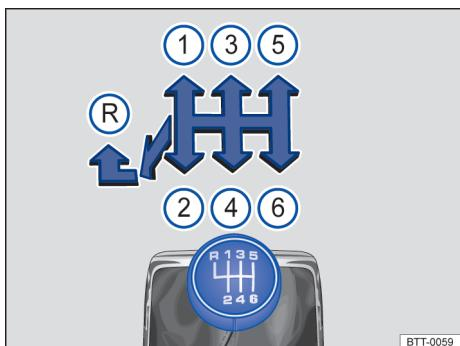

Fig. 132 Esquema de troca de marchas da transmissão manual de 6 marchas.
- Empurrar a alavanca de troca de marcha totalmente para a esquerda e depois para frente até a posição da marcha a ré → Fig. 132 R.
As posições de cada uma das marchas estão representadas na alavanca de marcha → Fig. 132.